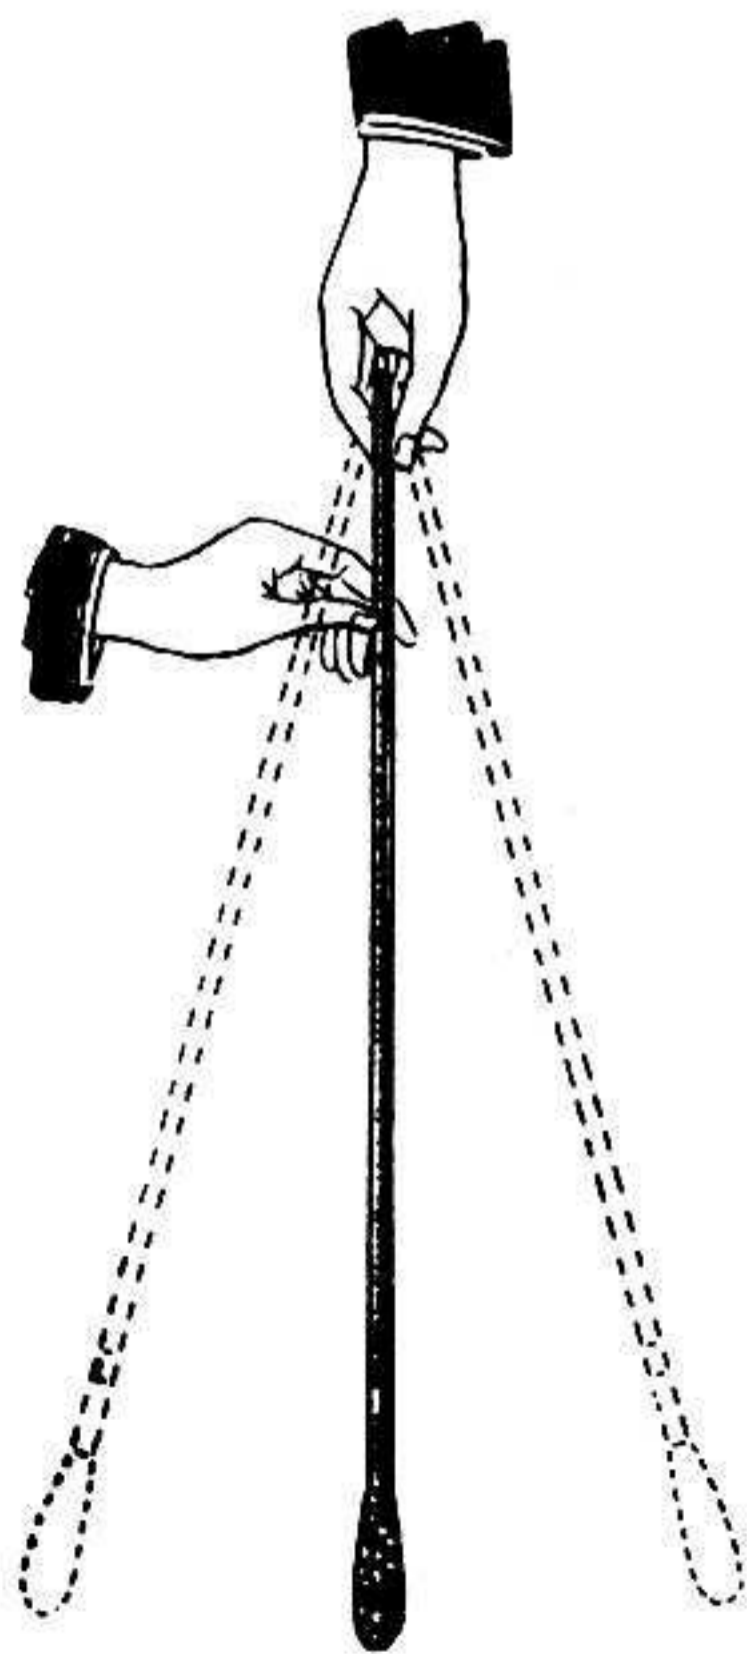
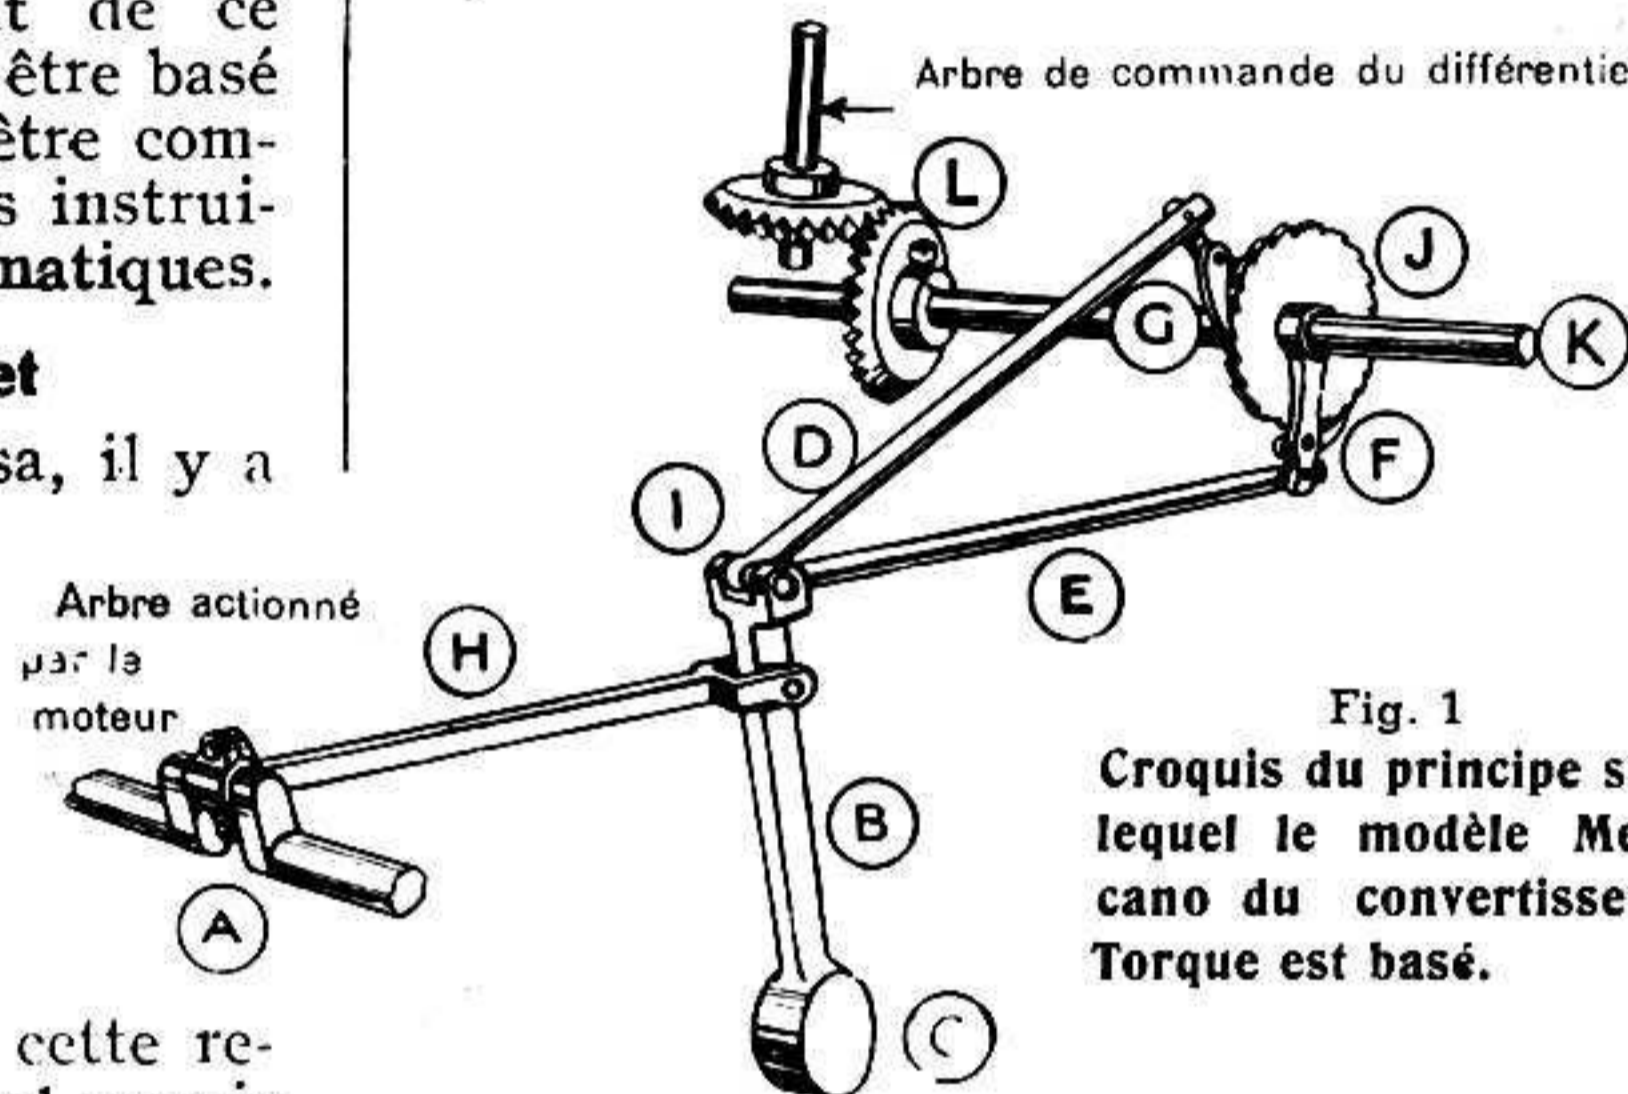

Fig. 2
Fig. 1
nescos nous a informés qu'il lui était impossible d'expliquer d'une manière précise comment il obtient ses résultats, sans se lancer dans les mathématiques supérieures ou dans des explications techniques très spéciales. Puisque l'inventeur lui-même jugea impossible de fournir ces renseignements, nos lecteurs comprendront les difficultés que nous rencontrons en essayant d'expliquer le principe du convertisseur Torque! Nous nous proposons donc de simplifier les choses en bornant nos explications au fonctionnement du modèle de convertisseur fait avec Meccano. Toutefois, nous insistons de nouveau sur le fait que ce modèle n'est pas la reproduction exacte du dispositif réel, c'est un modèle qui démontre le principe du fonctionnement du convertisseur. La figure 1 montre le fonctionnement du modèle. La manivelle (A) actionnée par le moteur, est reliée à un levier (B) à l'extrémité inférieure duquel est fixé un poids lourd (C) qui forme un balancier. L'autre extrémité du levier (B) est reliée à deux tringles (D et E) qui portent les cliquets (F et G), lesquels entraînent une roue à rochet (7). De cette manière, le mouvement est communiqué à la tringle (K) et au différentiel de l'essieu-arrière (il n'est pas montré sur la figure) à l'aide d'engrenages coniques et de l'arbre (L). Peu importe si les tringles (D et E) sont poussées du côté de la roue à rochet ou en sont éloignées, le
Nos lecteurs se feront une idée plus précise du principe du fonctionnement du convertisseur en prenant une canne avec une lourde pomme et en la suspendant, la pomme en bas, comme le montre la figure 2. Avec votre main gauche, saisissez la canne à quelques centimètres de distance de l'extrémité et balancez-la doucement. Remarquez qu'elle se balance régulièrement et pivote entre le pouce et un autre doigt de la main droite.
convertisseur Torque de Contantinesco et le modèle Meccano fonctionne en s'appuyant sur ce même principe. Dans ce dernier, la main qui remue la canne est remplacée par la bielle (H) (fig. 1) accouplée à une manivelle (A). La main qui jouait le rôle de pivot est remplacée par le boulon (I) qui porte les tringles (D et E) sur notre figure. Les mouvements sont transmis de la manivelle aux cliquets (F et G) qui, à leur tour, les transmettent — convertis en mouvement rotatif — à l'arbre de commande.
Les conditions de notre analogie de la figure 2 se trouvent rétablies lorsque le poids (C) (fig. 1) se balance sans communiquer aucun mouvement à l'arbre, par l'intermédiaire des cliquets. D'autre part, lorsque la voiture se déplace rapidement, le point d'appui s'éloigne et le poids (C) devient le pivot, car il lui est impossible de répondre avec assez de rapidité aux mouvements répétés de la tringle (H).
Dans la figure 1 et dans notre modèle, nous avons utilisé un mécanisme d'encliquetage composé de cliquets et d'une roue dentée. Toutefois, il est à noter que dans le véritable convertisseur Torque, les roues à rochet et les roues dentées ne sont pas employées pour la commande. Celles-ci sont remplacées par un dispositif particulier qui fait l'objet d'un brevet spécial.